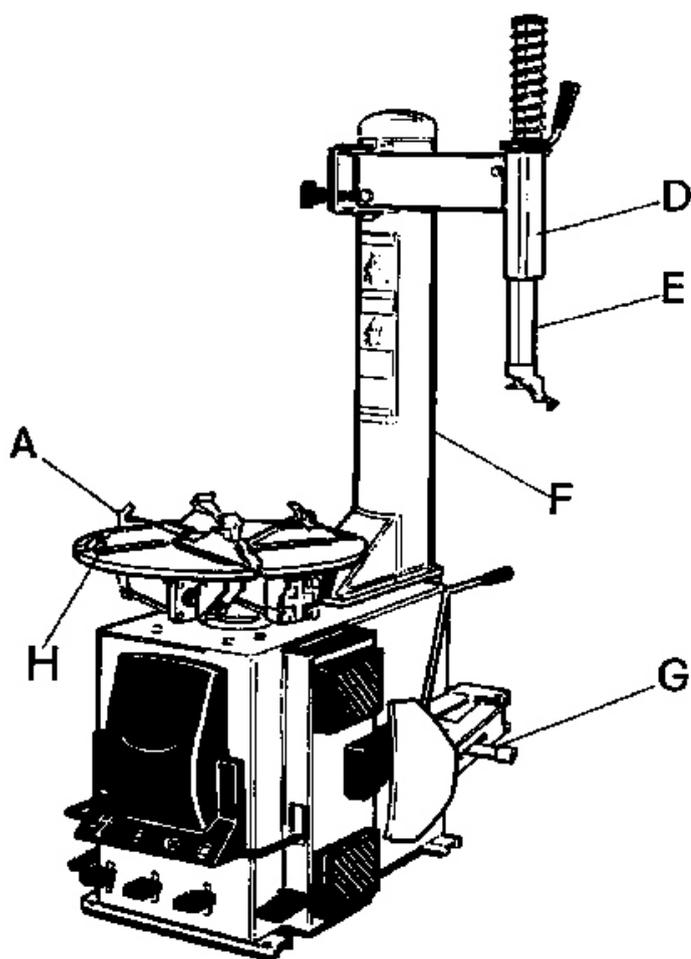

рис.39
рис.39а
COLIBRI BL512, модификация ITAS, (рис.39) - это шиномонтажный станок, в состав которого входит специальное оборудование модификаций IT и AS, т. е:
Фиксированная стойка (А), имеет прочную структуру, которая позволяет работать с колесами значительного диаметра (макс. диам. 1120мм) и ширины (макс. ширина 16") (рис.39-F)
Механизм (S) с тремя позициями, позволяющий менять ширину открытия лопатки разбортовки (рис.39-G).
Особенность COLIBRI BL512 ITAS состоит в особом расположении **Баллона с воздухом**. В отличие от модификации IT баллон с воздухом этой модели расположен внутри фиксированной стойки (см. рис.39-F), что экономит место.
Для подсоединения баллона с воздухом вставить резиновый шланг в соединительную муфту резервуара и затянуть металлический хомут как представлено на рис.39а.